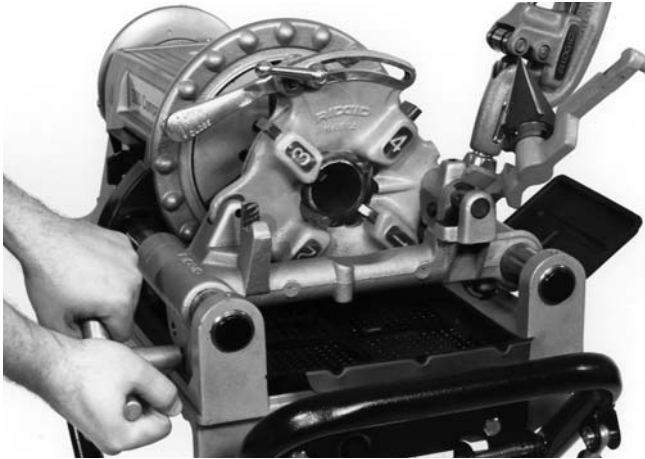

Figura 6 – Roscado de un tubo con el Cabezal de Terrajas de Apertura Rápida No. 811-A
5. Gire el volante del carro para colocar las terrajas contra el extremo del tubo. Una leve presión sobre el volante pondrá a las terrajas en marcha (Figura 6).